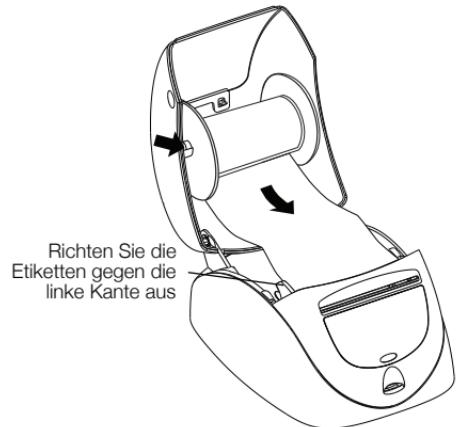

Abbildung 28
Um eine ordnungsgemäße Zufuhr der Etiketten während des Druckprozesses zu gewährleisten, beachten Sie bitte, dass die Etiketten mit der linken Kante gegen die linke Kante des Etikettenzufuhrschlitzes eingelegt werden müssen. Siehe Abbildung 28.
- 6 Setzen Sie die Etikettenspule in die Aussparung der Druckerabdeckung ein, sodass die Etiketten auf der Unterseite der Rolle ablaufen. Siehe Abbildung 28.